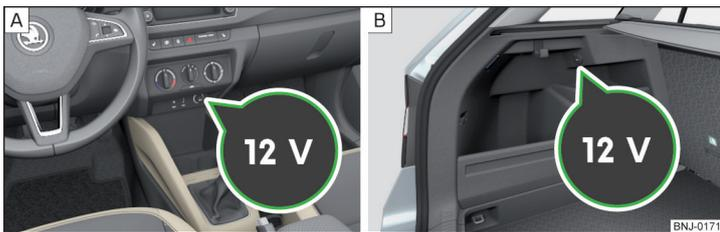

Fig. 77 Cubierta del enchufe de 12 voltios: en la parte central del tablero de instrumentos / en el maletero
Lugares de instalación de los enchufes de 12 voltios » fig. 77
- » Retire la cubierta del enchufe » fig. 77 - A y/o abra la cubierta del enchufe » fig. 77 - B.